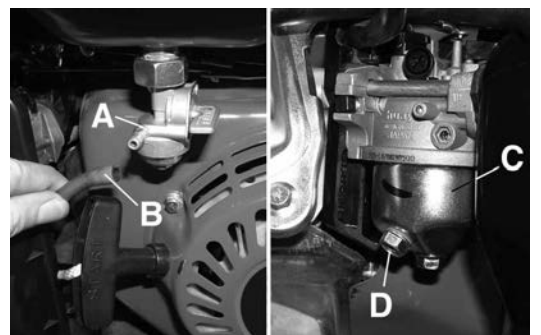

Figure 12
- 3) Tournez la soupape à essence (A) Fig.12 en position "OFF".
- 4) Débranchez le boyau à essence (B) de la soupape à essence.
- 5) Tournez la soupape à essence en position "ON" et écoulez l'essence du réservoir. Pivotez la soupape à essence vers l'extérieur pour rendre la tâche plus simple tel qu'illustré à la Fig.12.
- 6) Dévissez le boulon hexagonal d'écoulement (D) du carburateur (C) et écoulez le restant de l'essence à l'intérieur du carburateur et du boyau.